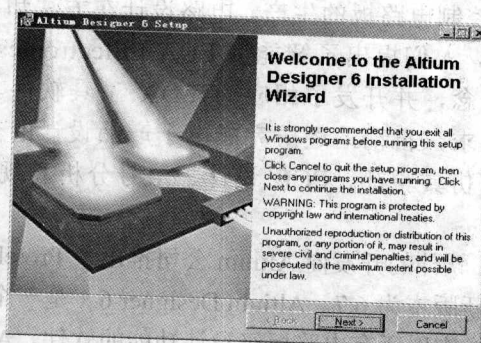

图 1.1 安装向导欢迎窗口
- （1）打开安装盘，双击“setup”目录下的“setup.exe”文件，弹出如图 1.1 所示的安装向导欢迎窗口。